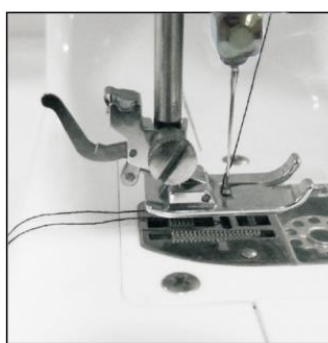

Fig.10
- 5) Breng de spoelkap opnieuw aan, scheid de twee draden en trek ze naar de achterkant van de machine onder de naaivoet, laat daar circa 15 cm hangen. (Fig. 10)